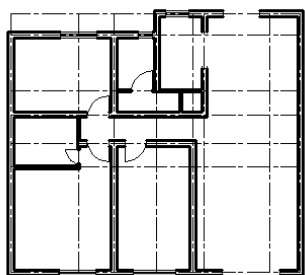

图 5-12
(9)单击【绘图】工具栏上的按钮,在块名中输入窗体块名“789”。输入 X、Y 轴方向上的不同比例,在适当的地方插入门块。最后结果如图 5-12 所示。